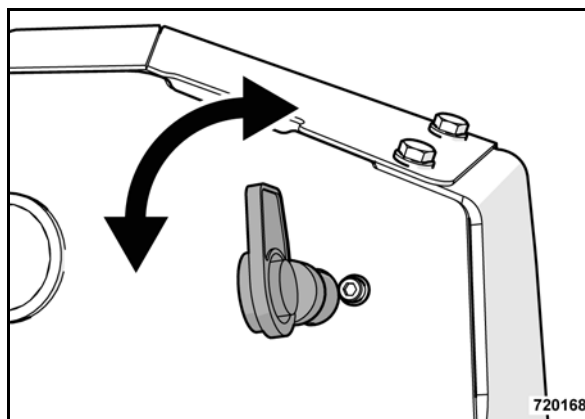

Рис. 28
- Включить выключатель аккумуляторной батареи (Рис. 28) (положение "Вертикально").